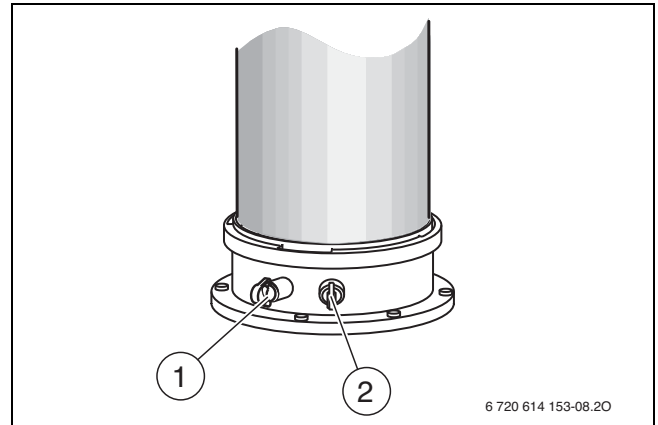

Bild 45 Abgasmessstutzen und Verbrennungsluft-Messstutzen
- Stopfen am Verbrennungsluft-Messstutzen (→ Bild 45, [2]) entfernen.